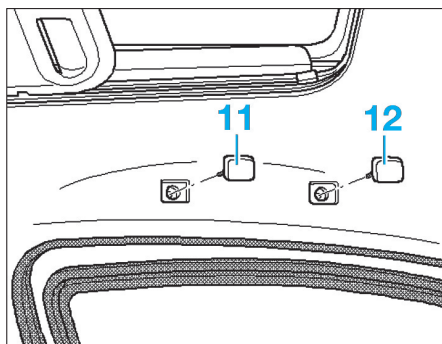

Fig. 28
- Déposer les obturateurs (11) et (12) (Fig.28).